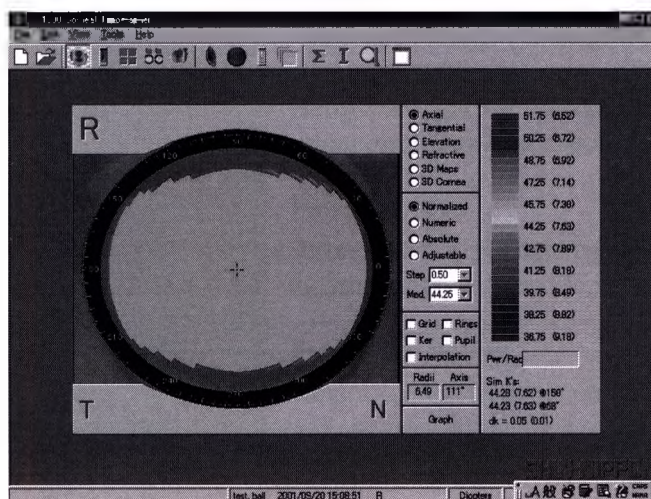

Рис.18
- В результате измерения на экране монитора высвечивается топограмма тестовой модели (рис.18)